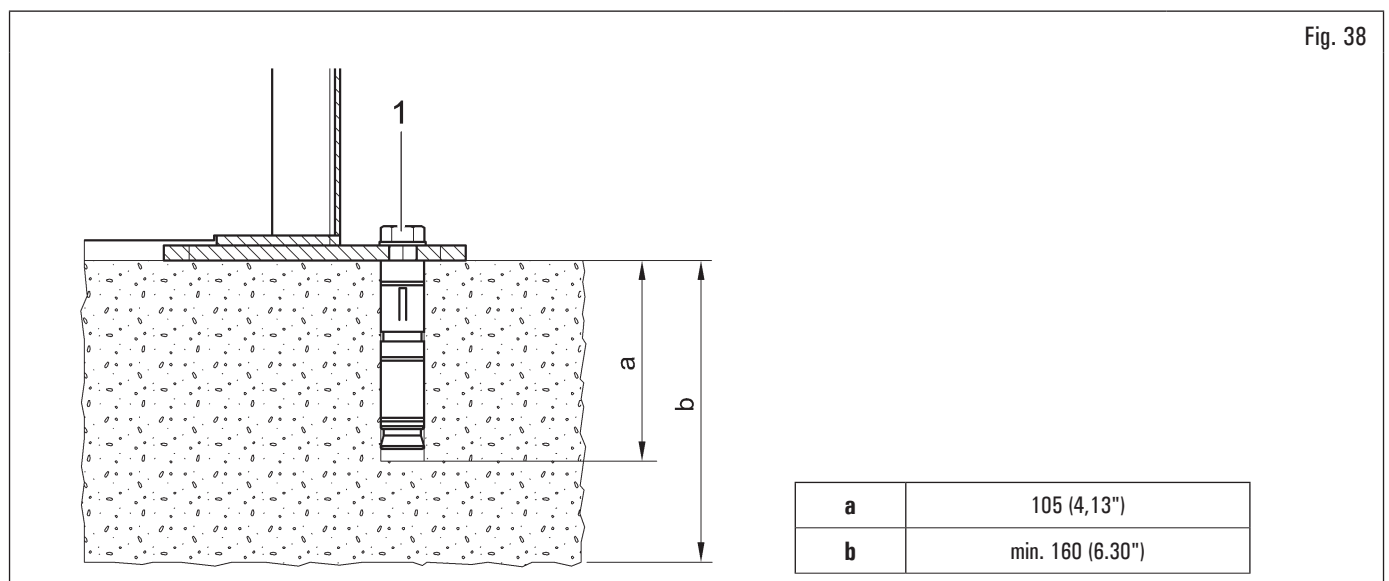

Fig. 38
L’équipement emballé est fixé à la palette de support par des trous sur le châssis indiqué dans la figure ci-dessous. Ces trous doivent également être utilisés pour la fixation au sol, en utilisant des ancrages appropriés pour le béton (non inclus). Avant de fixer au béton, vérifiez que tous les points d’ancrage sont plats, de niveau et en contact avec le sol. Dans le cas contraire, caler entre l’équipement et le sol, comme indiqué sur la Fig. 38.
- Pour fixer l’équipement au sol, utilisez des boulons et goupilles d’ancrage (Fig. 38 réf. 1) avec une tige filetée M8 (UNC 5/16) adaptée au sol sur lequel sera fixé l’équilibreuse et en nombre égal au nombre de trous de montage sur le châssis inférieur ;